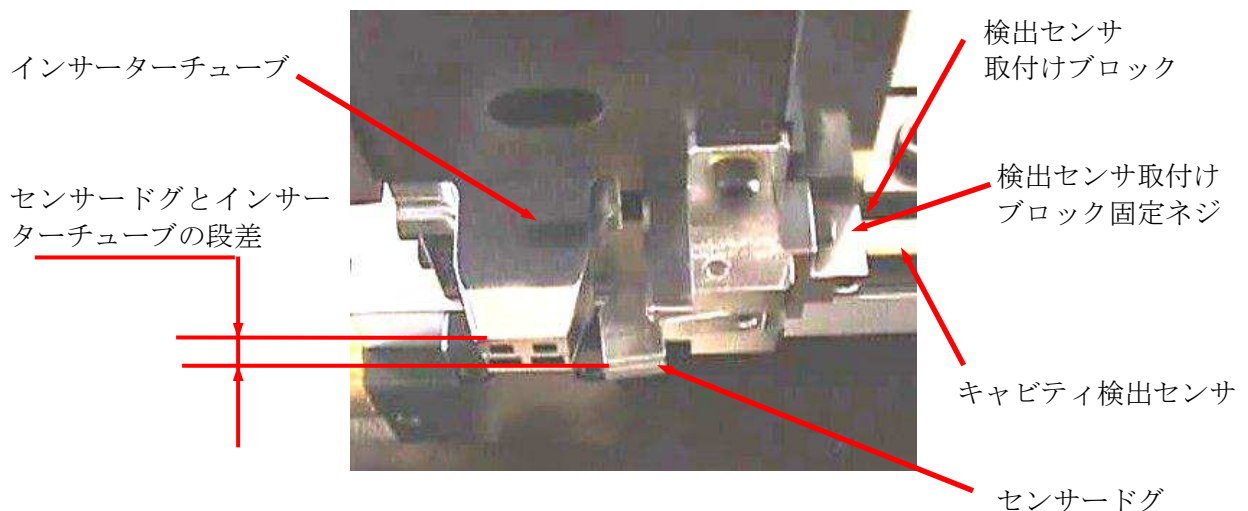

Fig 6-6-1
- ① 固定ナットを緩め、負荷用プランジヤーを軽く締め付け後、負荷プランジヤーを反時計方向に1/8回転(45度)戻して下さい。
- ② トリムブレードとインサターが軽く動く(約700g)事を確認して下さい。
- ③ 固定ナットを締めて固定して下さい。
6.6 キャビティ検出センサの調整 [Fig 6-6-1]